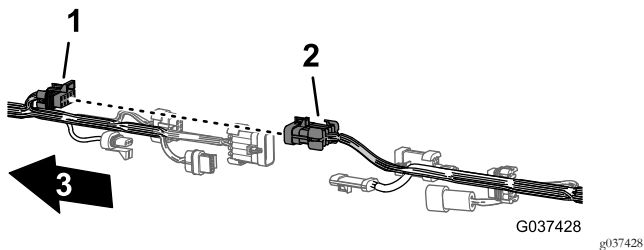
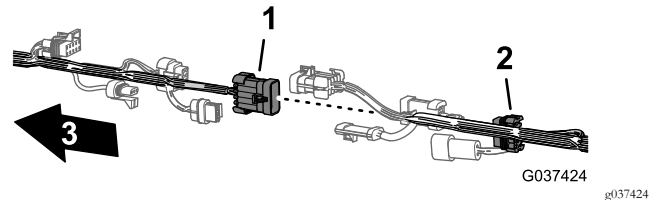

Рисунок 15
Рисунок 19
2. Разомкните 6 пар соединителей между передним и задним жгутами проводов, как показано на рис. Рисунок 15–Рисунок 19.